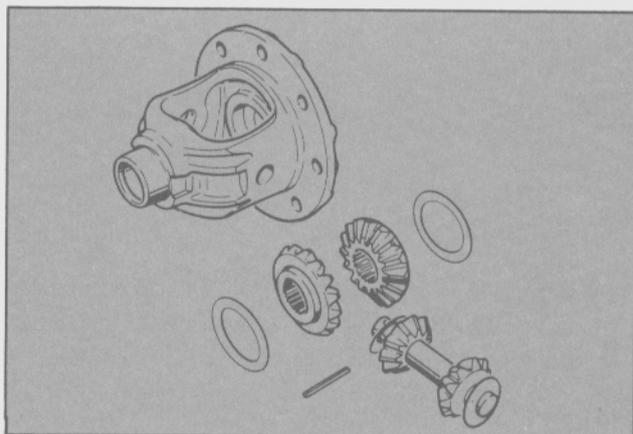

Fig. 26. - Conjunto diferencial desarmado.
- Utilizando la herramienta especial T62K-4211-BAS retirar el perno que asegura el eje de los satélites a la carcasa. Retirar el eje y los engranajes del conjunto diferencial (Fig. 26).